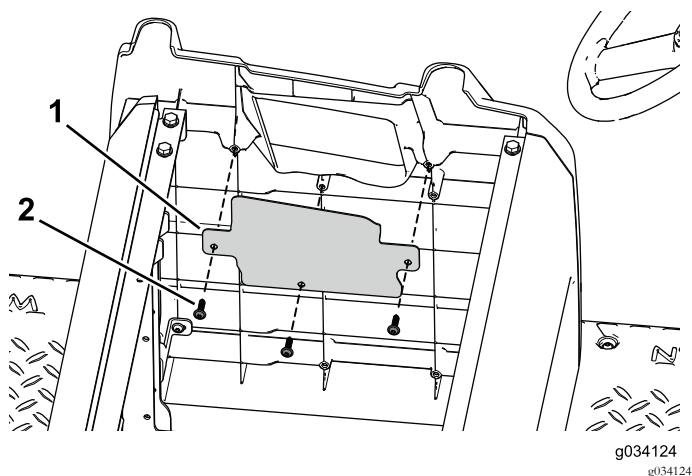

Figura 96
6. Utilize os três parafusos autorroscantes para prender a cobertura da abertura para a placa lateral (Figura 96).